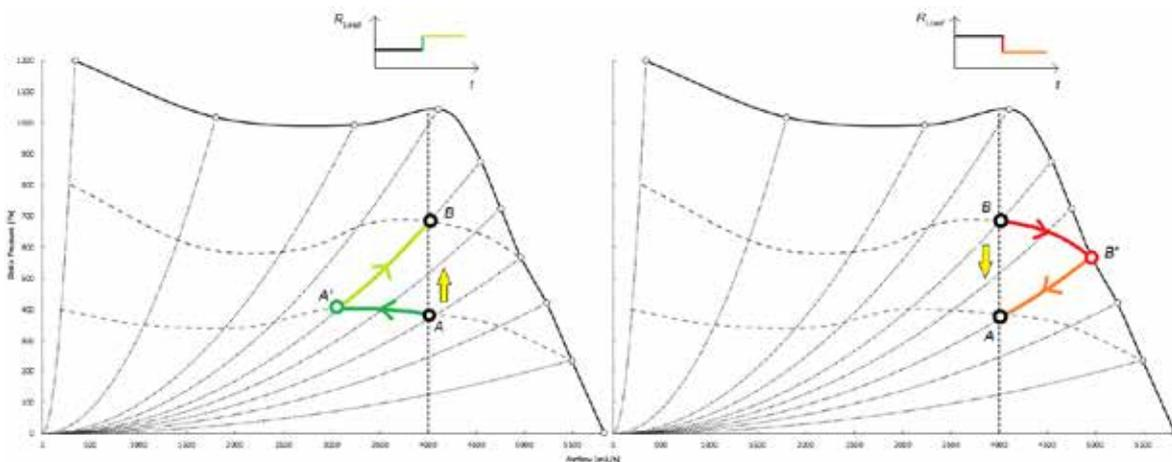

Fig. 18
La figure 18 montre la réponse par étapes dans un système réel lorsque R_{Load} est d'abord augmentée soudainement puis diminuée soudainement jusqu'à revenir à la valeur initiale. L'Algorithme de Débit d'Air Constant sans Capteur du ventilateur fonctionne en termes de Vitesse (SX) et de Puissance (WX).